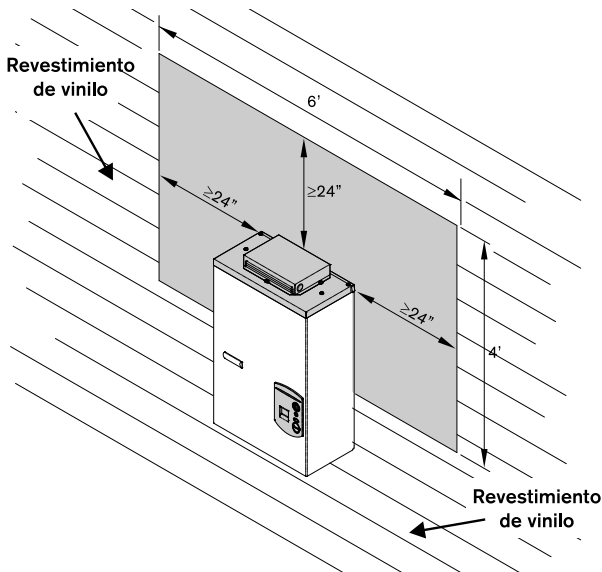

Fig. 10
El diseño del GWH-635-ESO está homologado para la instalación en una pared de material combustible (véase 2.7 Montaje). Para instalación en un revestimiento de vinilo (véase Fig. 10). Mantenga el suelo situado bajo el calentador liberto de material combustible.
**Advertencia:** No coloque el calentador directamente sobre un revestimiento de vinilo. En caso de que la pared tenga un revestimiento de vinilo, primero debe retirarse dicho revestimiento en una área de 6' x 4', sustituyéndolo por madera u otro material no plástico. Véase la fig. 10.